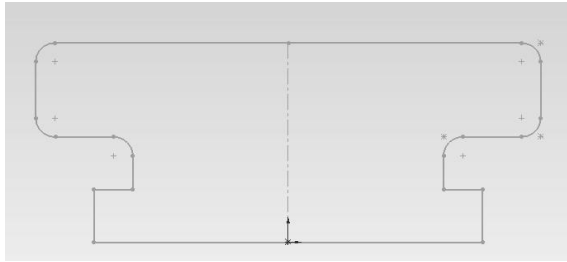

Рисунок 1.3 – Ескіз завдання заокруглень
- задати розмір округлення – 5 мм, вказати відрізки, між якими необхідно округлити кут (рис. 1.3);